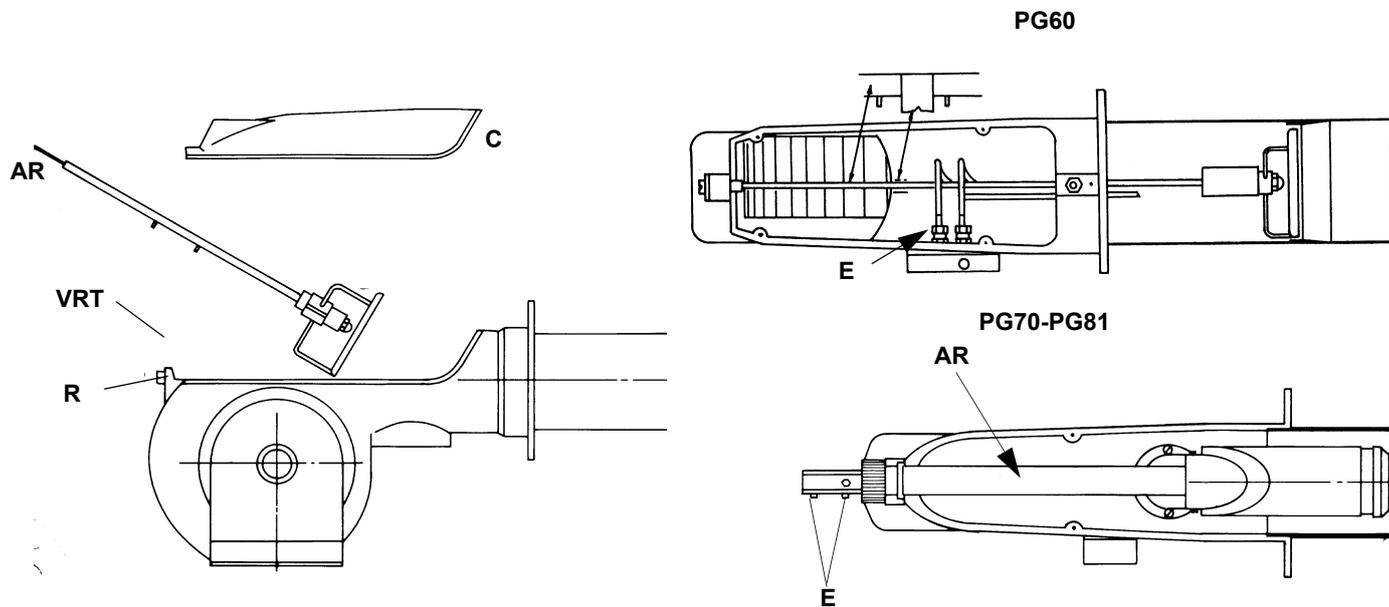

Рис. 19
- 1 Открутить соединительные детали (Е на Рис. 19) двух дизельных трубок (использовать 2 ключа во избежание расслабления крепежных соединений на блоке распределителя);